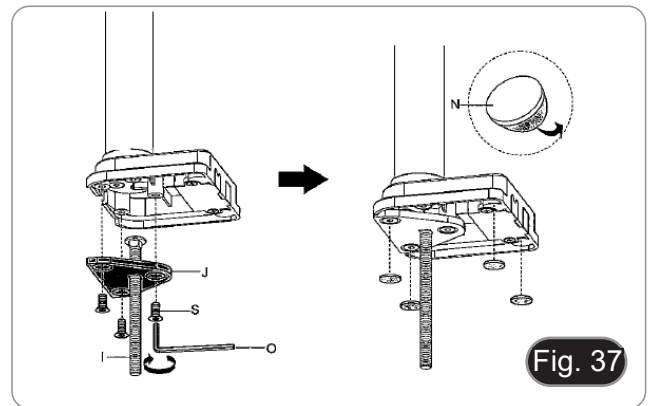

Fig. 37
3. Setzen Sie die Schraube (I) in die Befestigungsplatte (J) ein.
4. Ziehen Sie die Befestigungsplatte mit den drei Schrauben (S) fest. (Fig. 37)
5. Kleben Sie die Gummidämpfer (N) auf die Tischklemme.